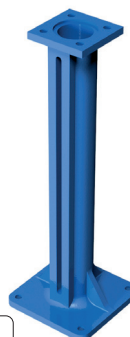

Fig. 8
- Columna de maniobra recta (fig. 8)